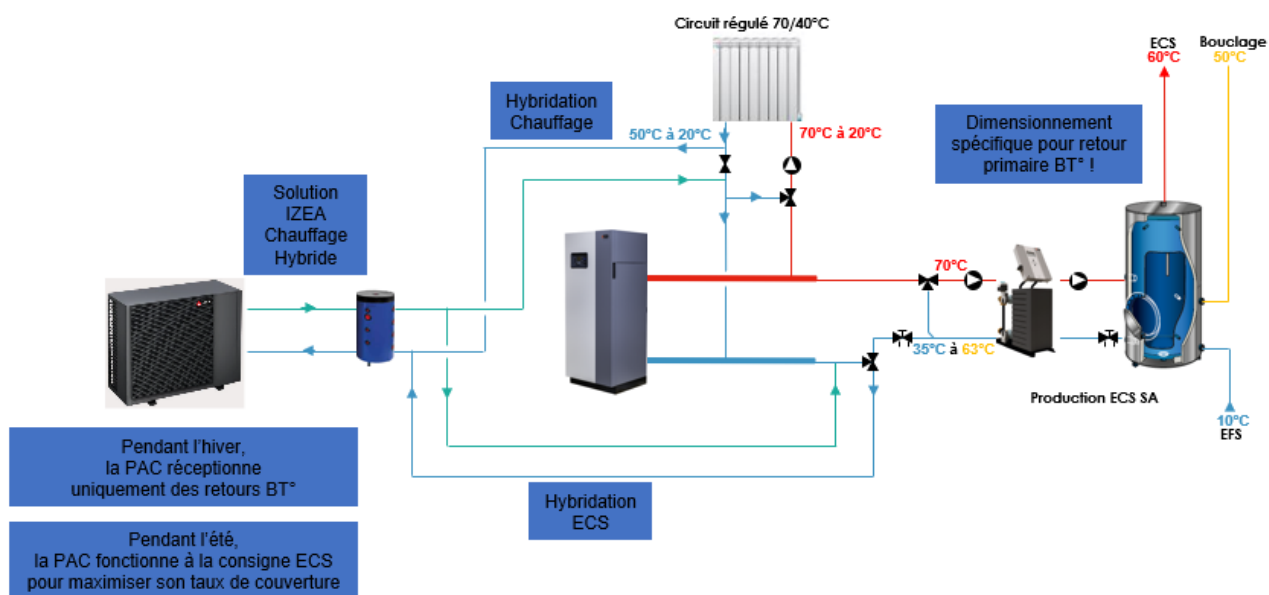

Fig. 1 - Schéma de principe Chaufferie Hybride Double Service avec production ECS type HeatSwitch SA
- avec un stockage ECS composée d'un échangeur à plaques **HeatSwitch SA 32-08** (débit primaire ajusté pour obtenir un ΔT 35K sous une puissance de 33kW) et d'un ballon sanitaire **LCT PAC SPE 1500 SM1** (Cf. Fig. 1 ci-après)
1 – Exemple d'arborescence d'un projet Chaufferie hybride Double Service selon « Fig. 1 »